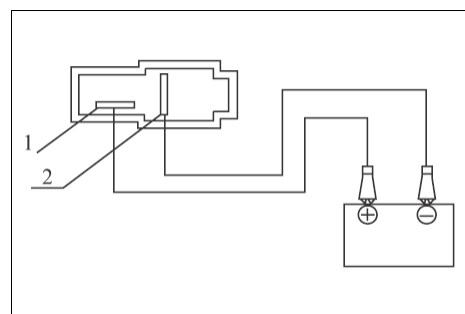

Рис. 341
- (1) Установите насос омывателя на бачок, залейте жидкость.
- (2) Отсоедините кабель насоса омывателя.
- (3) Подсоедините клемму номер 1 насоса омывателя к положительному полюсу (+) аккумуляторной батареи, как показано на рисунке(рис.341), а клемму номер 2 к отрицательному полюсу (-) батареи. Проверьте, поступает ли очищающая жидкость из резервуара.
- (4) Если нет тока воды, замените насос омывателя.